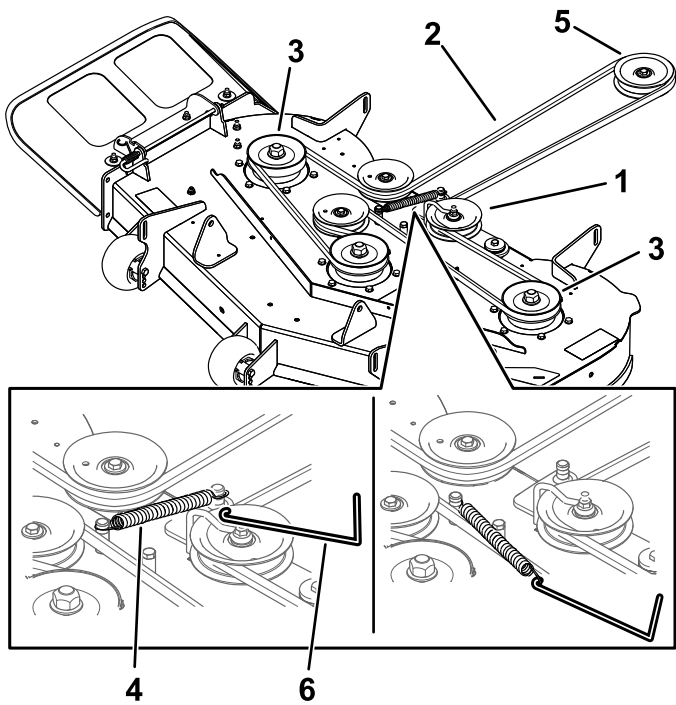

Figure 52
6. À l'aide d'un outil de dépose de ressort (réf. Toro 92-5771), décrochez le ressort du crochet situé sur le tablier pour détendre la poulie de tension et déchaussez la courroie des poulies (Figure 52).
7. Acheminez la courroie neuve autour de la poulie du moteur et des poulies du tablier de coupe (Figure 52).
8. À l'aide d'un outil de dépôt de ressort (réf. Toro 92-5771), accrochez le ressort au crochet situé sur le tablier, afin d'exercer une tension sur la poulie de tension et la courroie du tablier de coupe (Figure 52).